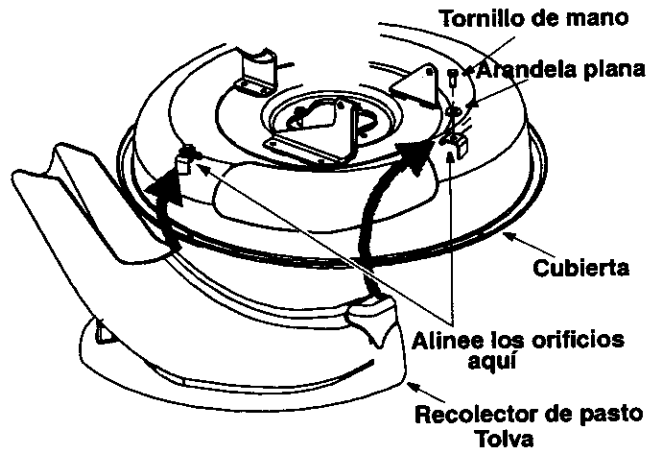

Figura 6
3. Alinee los dos orificios en el otro extremo de la tolva con los dos orificios correspondientes en la cubierta. Vea Figura 6.
4. Inserte un tornillo de mano y una arandela plana a través de cada juego de orificios. Vea Figura 6.
5. Coloque en la cubierta como se muestra en Figura 6 y apriete el tornillo. Repita en el otro lado.